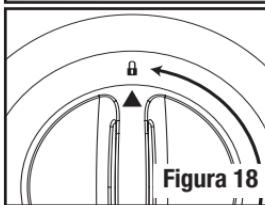

Figura 18
**3. Para Reemplazar la Canasta para Insectos.** Asegúrese que la puerta inferior de malla de la Canasta para Insectos esté trabada en su lugar, y que la Canasta esté en la posición de cerrado. Alinee la flecha(s) de la Canasta para Insectos con el símbolo “Abierto” (◐) en la parte superior de la Cabeza de la Aspiradora y deposite la Canasta para Insectos en el área de entrada. Gire la manija de la Canasta para Insectos en contra ↙ de las manecillas del reloj hasta que la flecha (s) (▲) de la Canasta para Insectos esté en el símbolo “Cerrado” (◑) de la Cabeza de la Aspiradora (Figura 18). La Canasta para Insectos se girará en la unidad hasta abrirse (no visible para usted) y estará lista para atrapar mosquitos al momento que usted la asegure en su lugar.